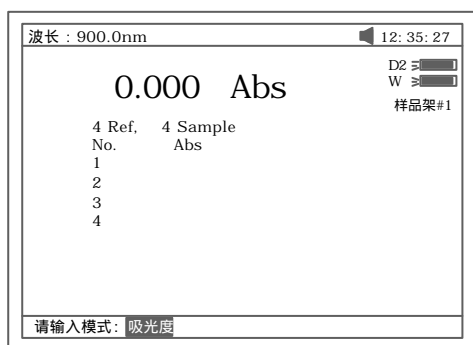

图 103
- b. 按【F2】键选择试验模式（吸光度或透过率）图 103 所示。